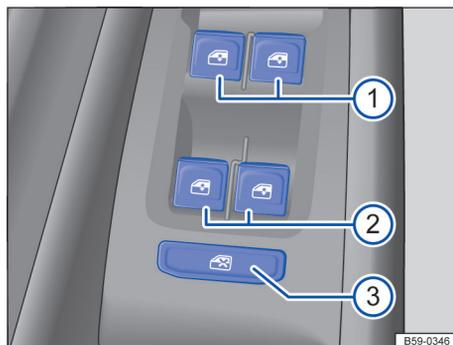

图 68 在驾驶员侧车门内：前部和后部车窗升降器的按钮
→ 图 68 的图例：
：安全按钮 → 图 68 ③ 停用后部门车窗控制按钮。这时按钮中的黄色指示灯亮起。